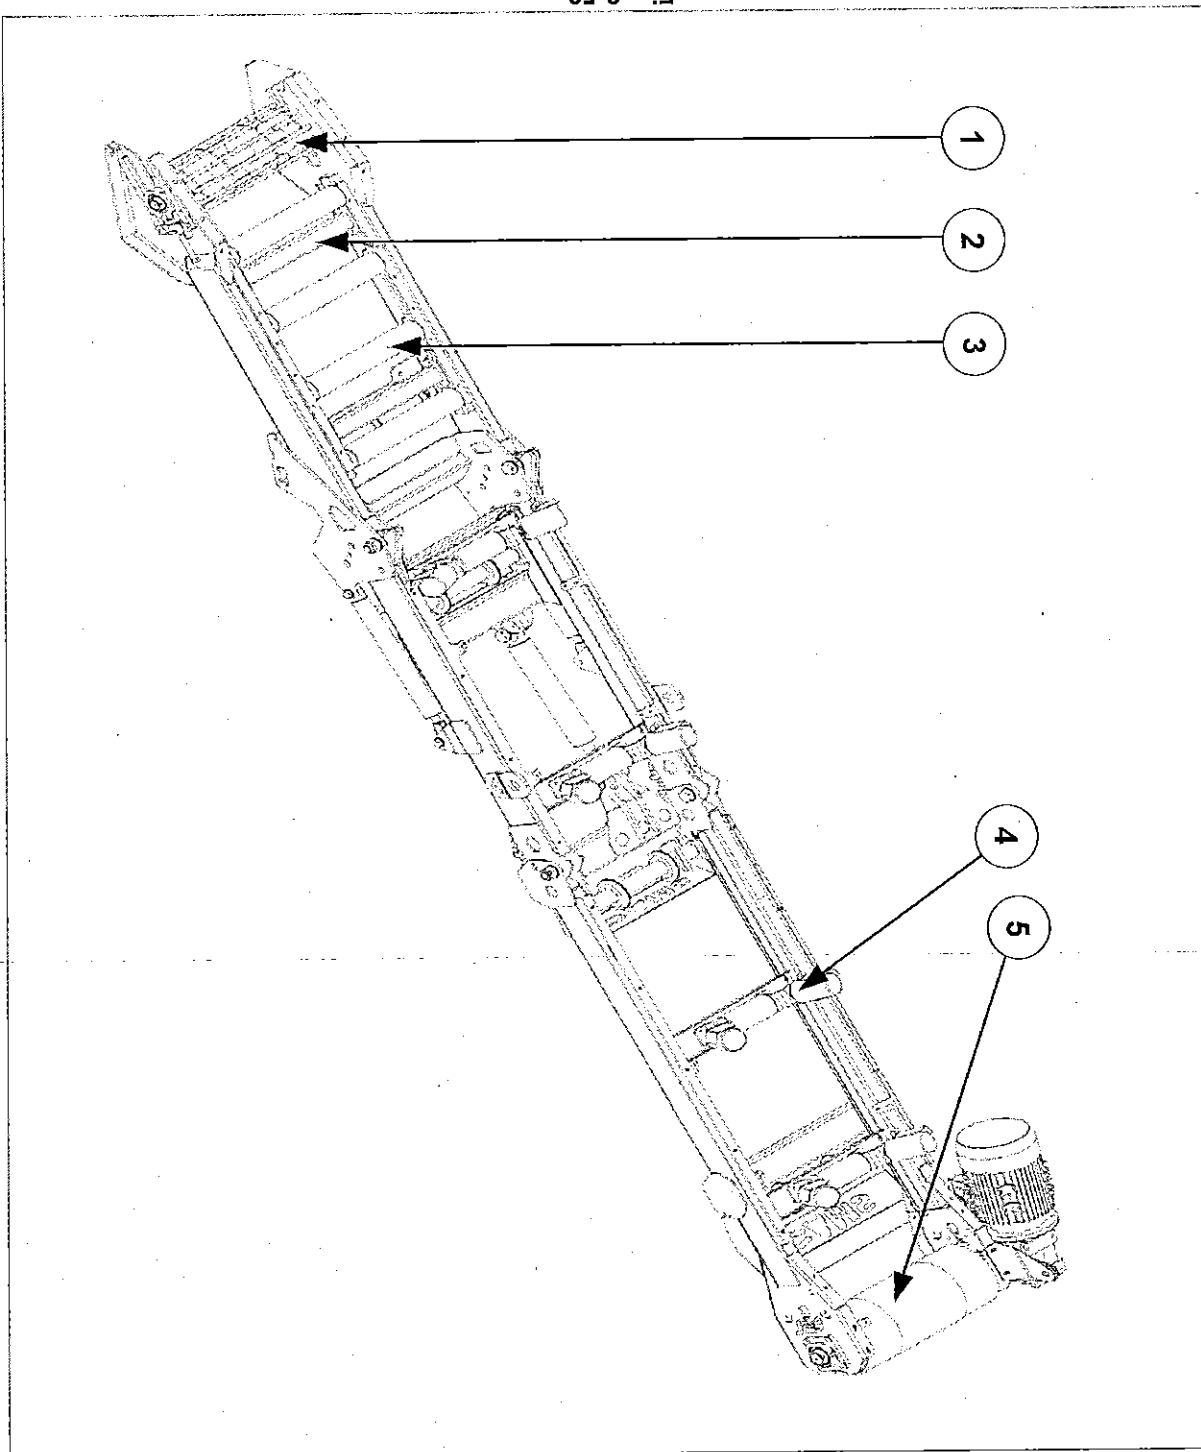

Fig. 8-50
- Facendo riferimento alla fig. 8-50 rimuovere il tamburo folle 1, le traverse 2, tutti i rulli piani superiori 3, tutte le terne 4 ed il tamburo motore 5.